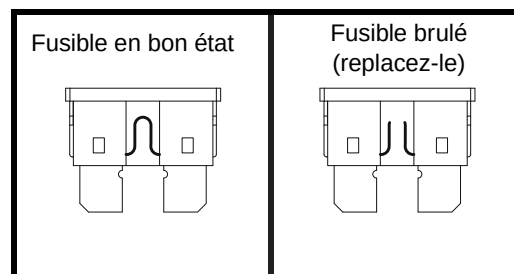

Figure 26. Le remplacement des fusibles
2. Examinez-le pour vérifier s'il est brûlé. **Voir la figure 26.**